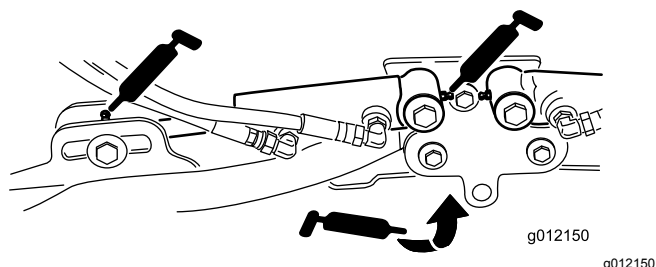

Figura 39
- Cilindri del braccio di sollevamento degli elementi di taglio (2 cad.) (Figura 39)
- Perna del braccio di sollevamento (1 cad.) (Figura 39)